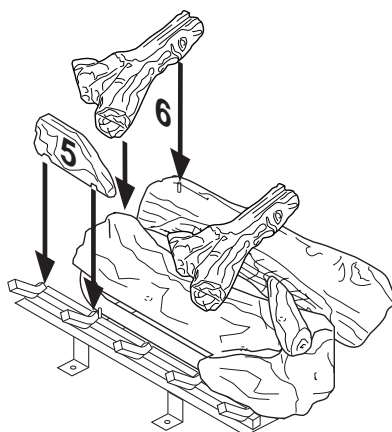

Figure 33 - Installation des bûches n° 5 et 6
5. Mettez la bûche n° 5 (petite bûche avant) sur la partie gauche avant du berceau à bûches et assurez-vous que les encoches correspondent bien aux broches du berceau à bûches (voir figure 33).
6. Mettez la bûche n° 6 sur les deux tiges situées du côté gauche des bûches arrière et avant (voir figure 33).